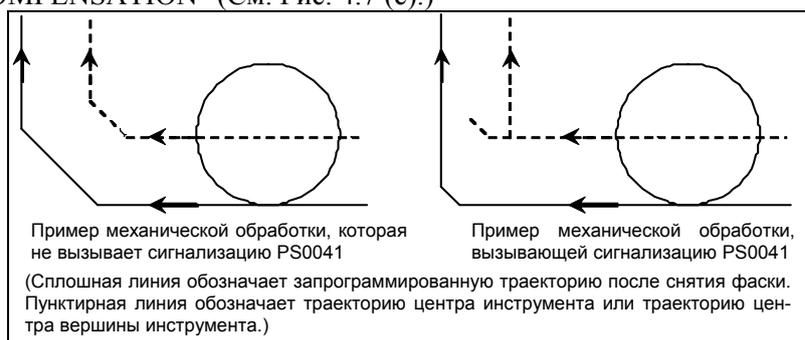

Рис. 4.7 (с)
1. Если величина внутреннего снятия фаски или скругления углов R слишком мала в сравнении с величиной коррекции и резки, выдается сигнал тревоги PS0041, "INTERFERENCE IN CUTTER COMPENSATION" (См. Рис. 4.7 (с).)